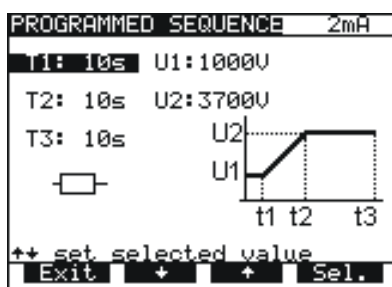

Рисунок 12 - Выбран таймер T1, изменение значения кнопками \uparrow \downarrow
- Для изменения значений U и T нажмите кнопку **U/T**. Величина **T2** отображает значение между интервалами времени **t1** - **t2**, значение **T3** отображает значение между интервалами времени **t2** – **t3** (рисунок 12). Меню для выбора и изменения отображаемых значений приведено на рисунке ниже.